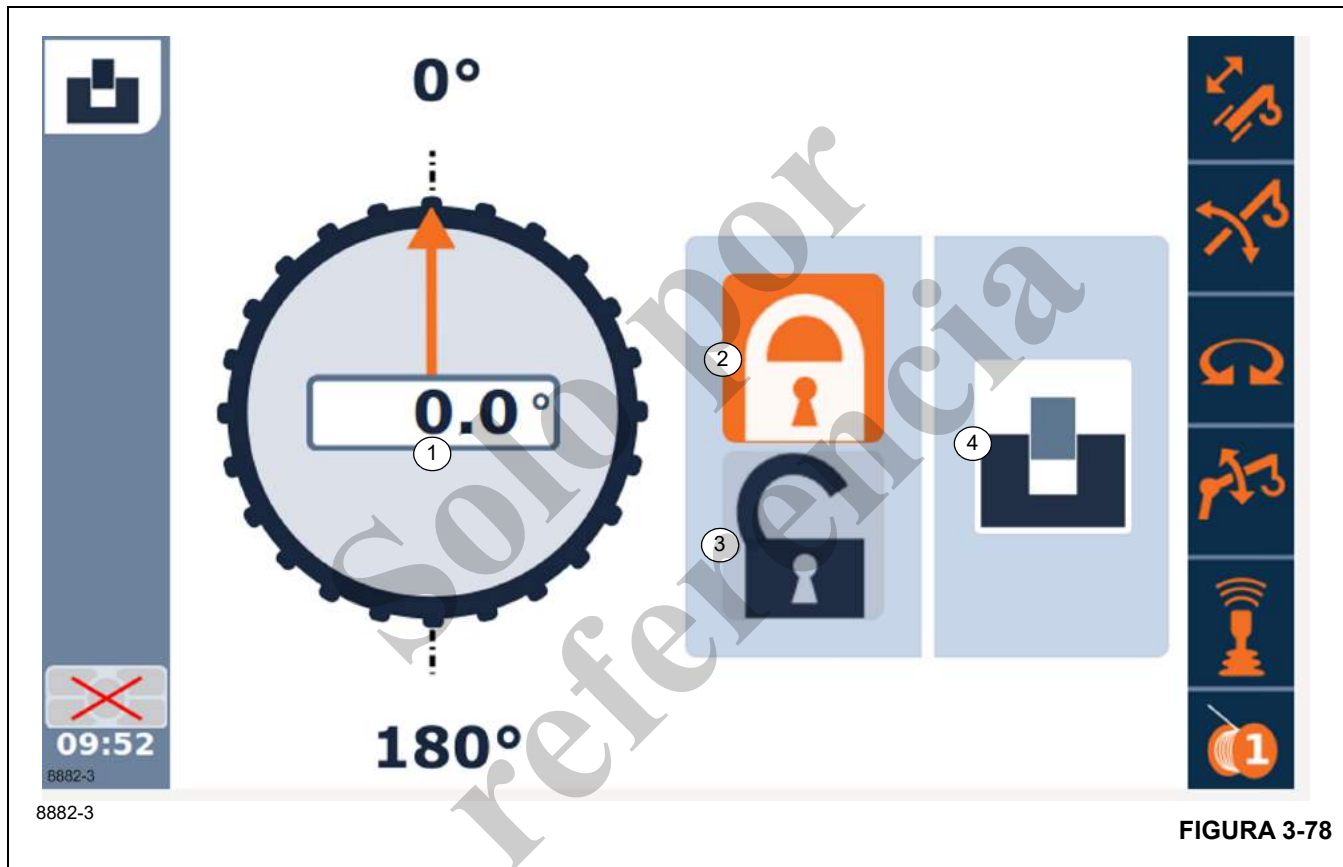

FIGURA 3-78
El menú de bloqueo de superestructura (Figura 3-78) se usa para bloquear y desbloquear el bloqueo de giro de 360 grados. Esta vista suministra indicaciones acerca del ángulo de giro (1), el estado de bloqueo de giro (bloqueado/desbloqueado/intermedio/error) y proporciona opciones (2 y 3) para accionar el bloqueo.